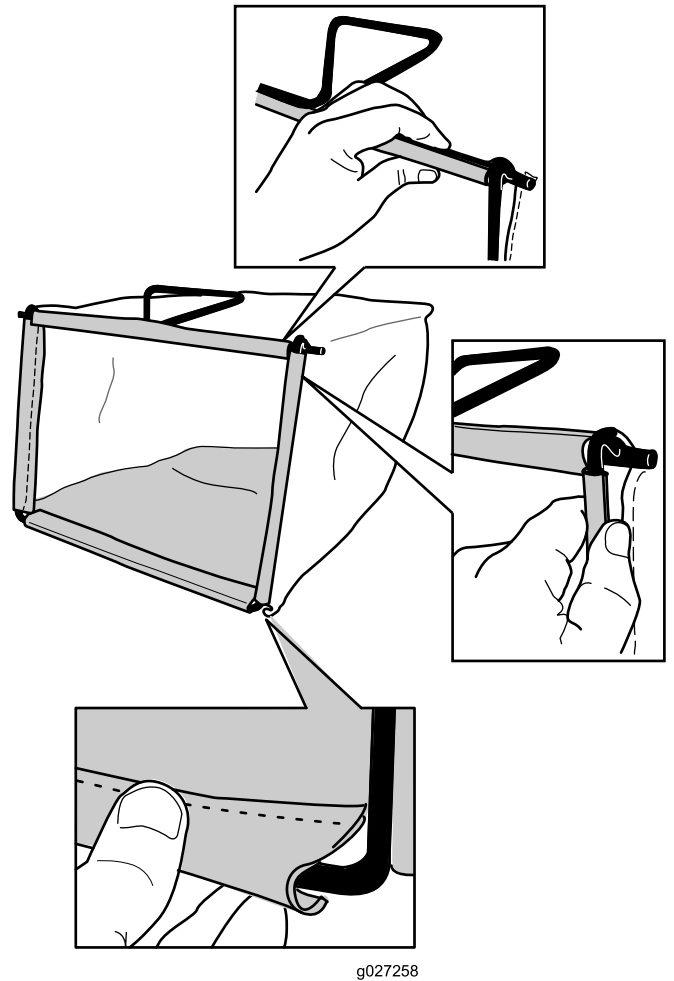

Рисунок 11
2. Зацепите нижний обод мешка за нижнюю часть рамы (Рисунок 11).
3. Зацепите верхний и боковой обод мешка за верхнюю и боковые стороны рамы, соответственно (Рисунок 11).